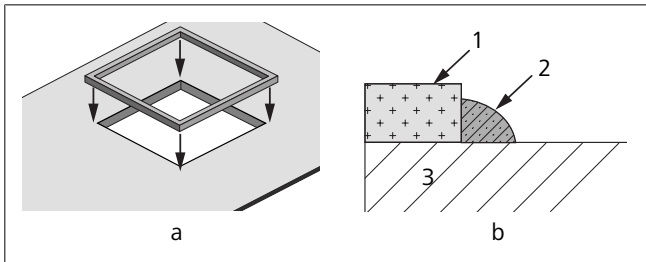
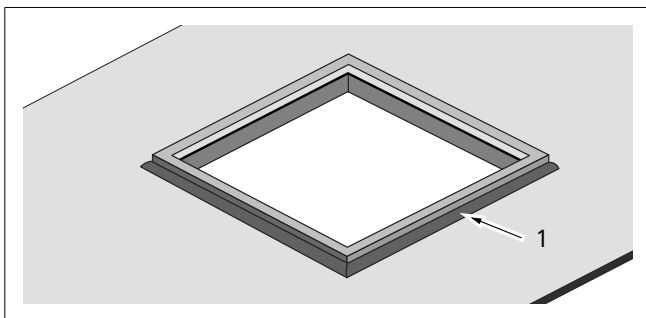

Bild 14 CTT35 Montering av packningen på en 360 x 360-utskärning (utan adapterram)
Bild 15 Applicering av tätningemedel (endast tillämpligt för en packning på en 360 x 360-utskärning (utan adapterram)
1. Dra av bakpappret och fäst packningen på taket (360 x 360 utskärning). Se Bild 14-a och b.
3. Applicera självtjämnande RV-taktätning runt packningen för att förhindra läckage. Se Bild 14-b och Bild 15.